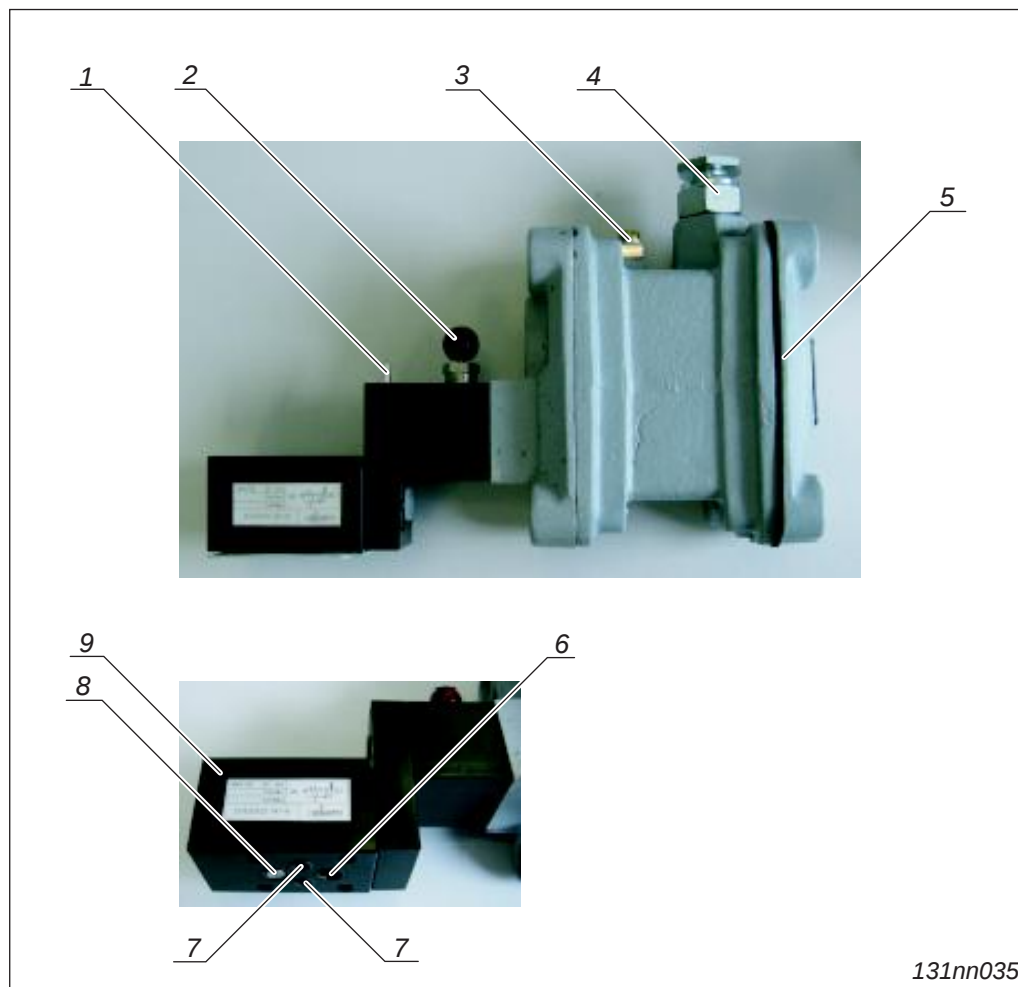

图3-23 高压主控制阀（结构示例）
主控制阀(➔ 第3-49页, 图3-23)的任务是: 将在阀输入端上排队等候的、气体或液体介质在有控制信号的情况下引导到阀输出端。
- C — 通过操作手杆 (➔ 第3-49页, 图3-23, 位置 1)